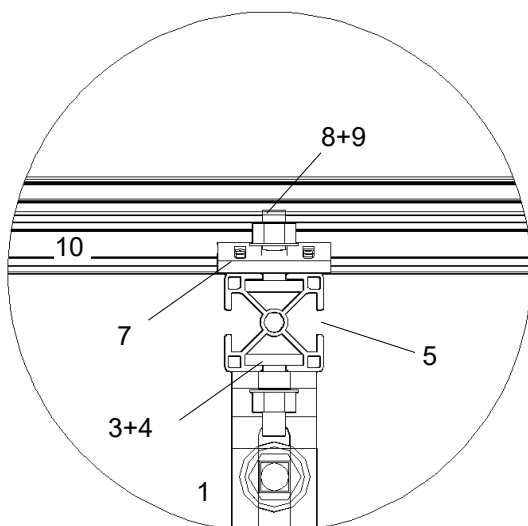

Abb. 7
- Die Montageschiene (5) wird mittels Torband-Schrauben (3) und Sperrzahnmuttern (4) an die Dachhaken (1) befestigt, indem die Torband-Schrauben in die untere Nut eingeschoben und am Langloch der Haken verschraubt werden (Abb. 7).
- Fixieren Sie das Befestigungsprofil unten (10, Zubehör) mit den Spannklemmen (7), den Torband-Schrauben M8 (9) und Sperrzahnmuttern (8) an der Montageschiene (5). Achten Sie darauf, dass die Schiene möglichst geradlinig ausgerichtet ist und der untere Abstand bzw. Überstand der Schiene ca. 15 mm beträgt (Abb. 7).